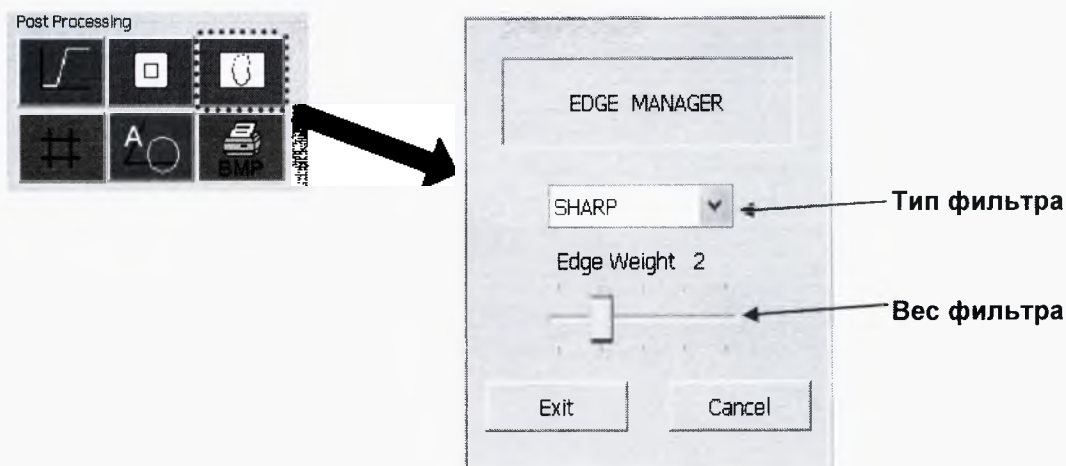

Рисунок 110
9.5.13.4.2 Для применения пространственных фильтров используйте меню **Edge Manager** (см. рисунок 110).